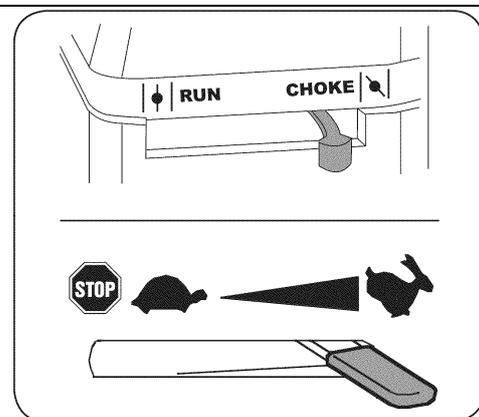

Рис.10
4. Переместите рычаг управления воздушной заслонкой в положение СНОКЕ  /для теплого двигателя, возможно, это не понадобится/. См. Рис. 10.
5. Переместите рычаг дроссельной заслонки в положение БЫСТРО  . См. Рис. 10.
2. Другой рукой выньте стержень и опустите бункер к земле (см. рисунок 10).